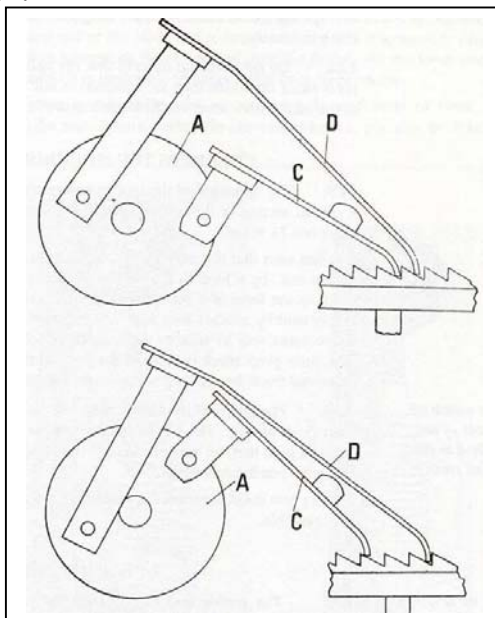

Bild 11
- Die Ankergabel zeigt nach rechts: Bild 11 oben: Die Klinken sind $\frac{1}{2}$ Zahn voneinander entfernt.
- Die Gabel zeigt nach links: Bild 11 unten: Die Klinken sind $2 \frac{2}{3}$ Zähne voneinander entfernt.